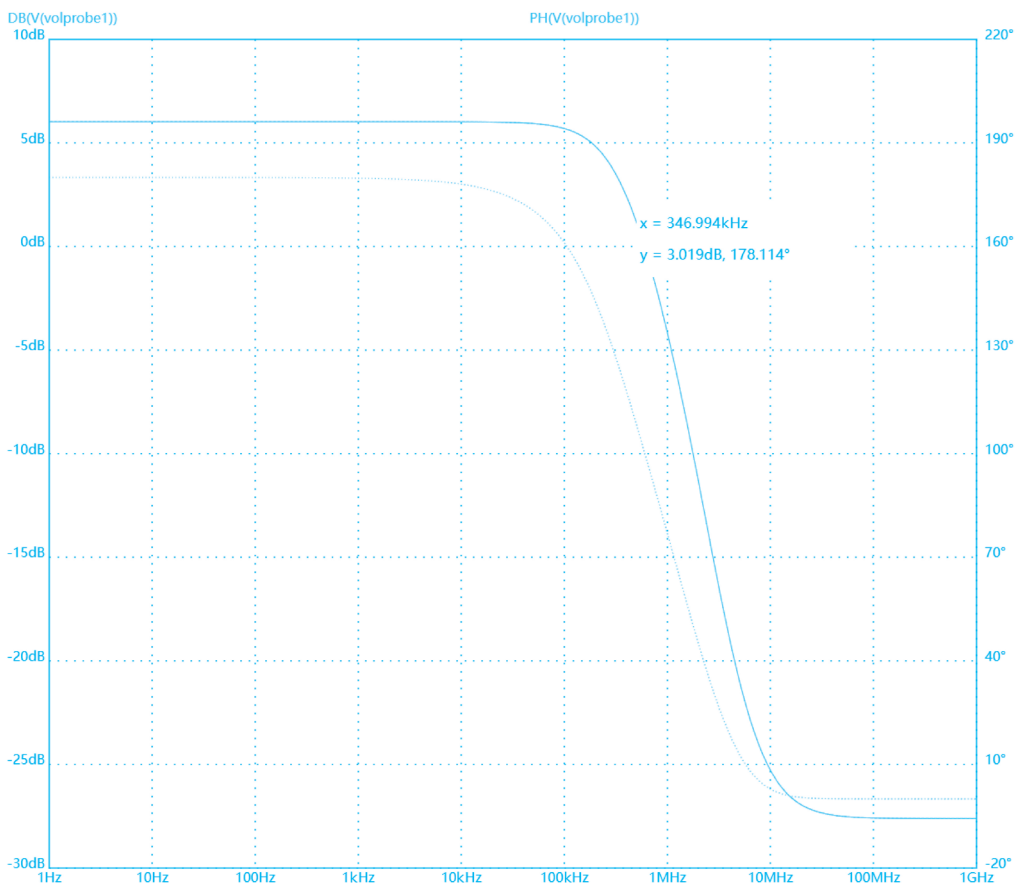

图 3-22 交流小信号分析结果界面
(1) 运行 Spice 仿真后,系统自动打开仿真结果波形显示界面 WaveForm,如图 3-22 所示,输出信号 OUT 频率特性和相位特性波形结果显示在图形中。
(2) 从图 3-22 中可以看出信号增益在低频增益为 6dB(2 倍),相位为 180° 。随着频率增加信号增益以 20dB/10 倍程衰减, -3dB 带宽为 347kHz。
(3) 保存原理图文件和工程,并退出该工程。